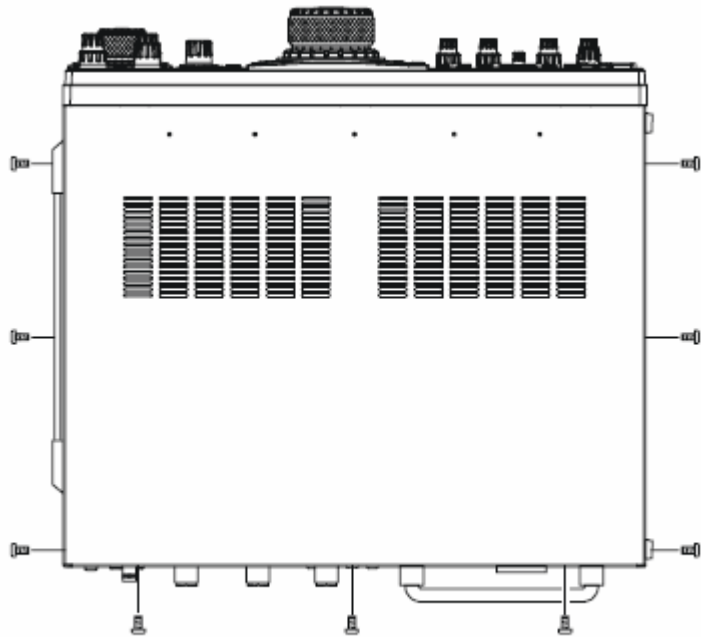

FIGURA 1
3. Consultando a Figura 1, remova os 3 parafusos de cada lado do transceptor, e os 3 parafusos da margem superior do painel traseiro. Deslize a tampa superior 1 cm na direção da traseira, e a remova.